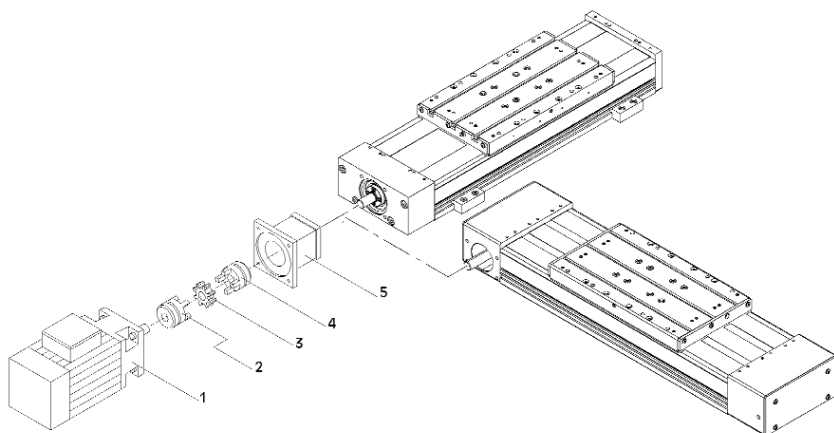

Fig. 9
- Fig. 9:** Posizionare il motore (1) nella posizione di montaggio vicino al modulo lineare.
- Montare la metà del giunto (4) sull'albero motore del modulo lineare.
- Fissare la flangia attacco motore (5) con le viti sulla sede del cuscinetto fisso (6).
- Spingere la corona dentata (3) sulla metà del giunto del modulo lineare.
- Montare la seconda metà del giunto (2) sull'alberino di azionamento del motore.
- Fissare il motore con la metà del giunto mediante le quattro viti alla flangia attacco motore (5). Durante questa operazione accertarsi che l'albero motore non sia sottoposto a pressioni assiali. Eventualmente correggere la distanza tra le metà del giunto.